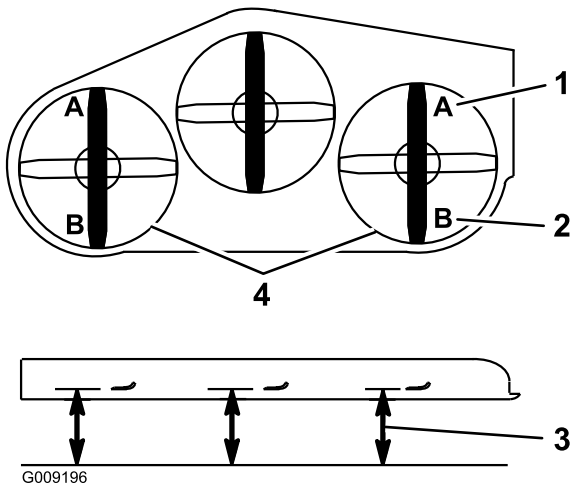

Figura 95
8. En ambos lados de la carcasa, mida desde la superficie nivelada hasta la punta delantera de la cuchilla (Posición A), según se muestra en Figura 95.
14. En ambos lados de la carcasa, mida desde la superficie nivelada hasta la punta trasera de la cuchilla (Posición B), según se muestra en Figura 95.